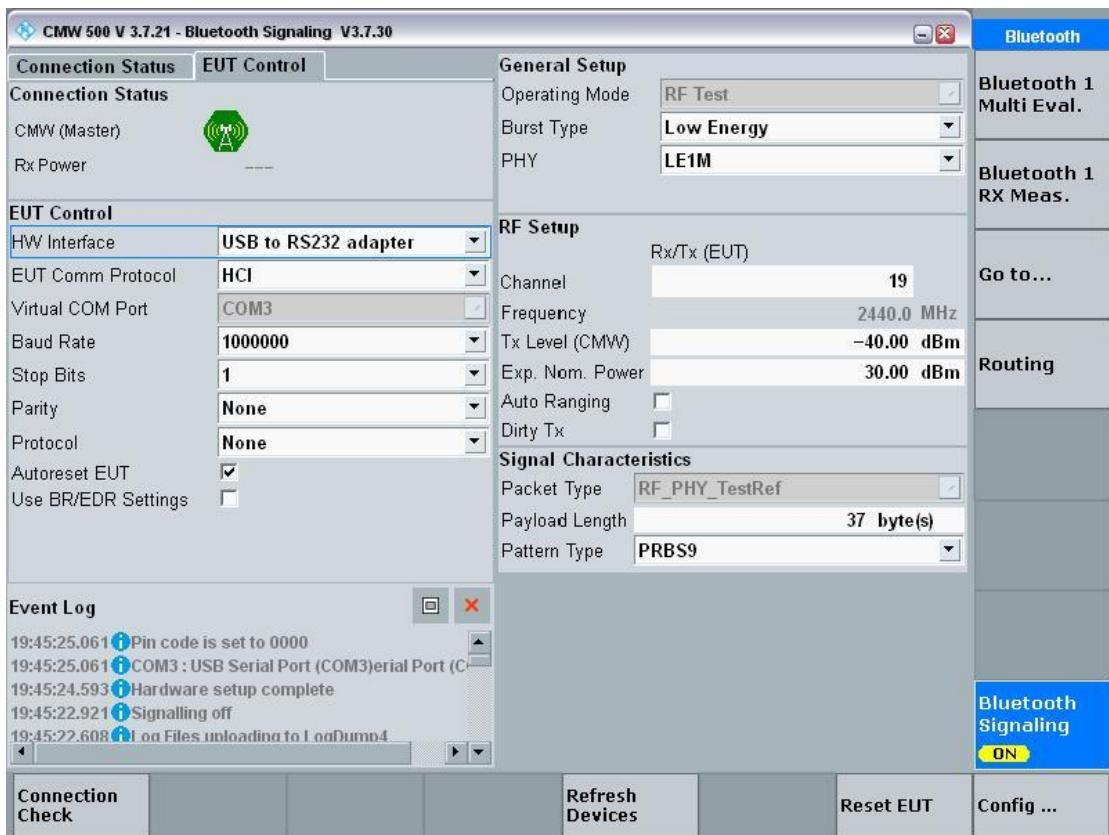

图 3-6
- 2) 把 DUT 的 UART1 (不同芯片型号的UART1参考表 1) 连接到综测仪上 (DUT 已进入测试模式, User_bin 进入方式参考第二章节), DUT的射频同轴线连接到综测仪的 RF 输入口, 此时重新开关 Bluetooth signaling 仪器会自动检测到串口 , 检测到串口后如 图 3-6,